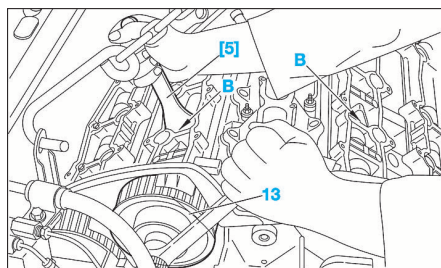

FIG. 71
- les ensembles moyeu, poulie d'arbre à cames d'échappement (12).
- Manoeuvrer la poulie d'arbre à cames d'admission (13) (Fig.71) à l'aide de l'outil [4] (sur les 2 arbres à cames).